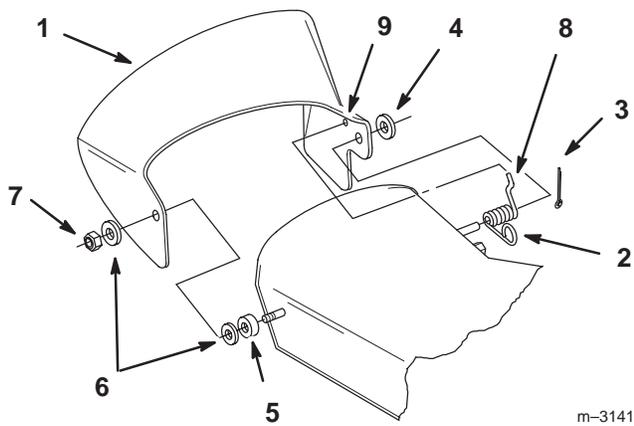

Figure 2
1. Placez l'extrémité courte du ressort dans le petit trou du déflecteur d'herbe (Fig. 2).
2. Placez le ressort et le déflecteur d'herbe sur l'ergot à l'arrière du plateau de coupe et les fixer avec une rondelle (1/2") et une goupille fendue (3/4") (Fig. 2).
4. Placez le déflecteur d'herbe sur le goujon et le fixer à l'aide d'une deuxième rondelle en plastique et d'un écrou de blocage (3/8") (Fig. 2).